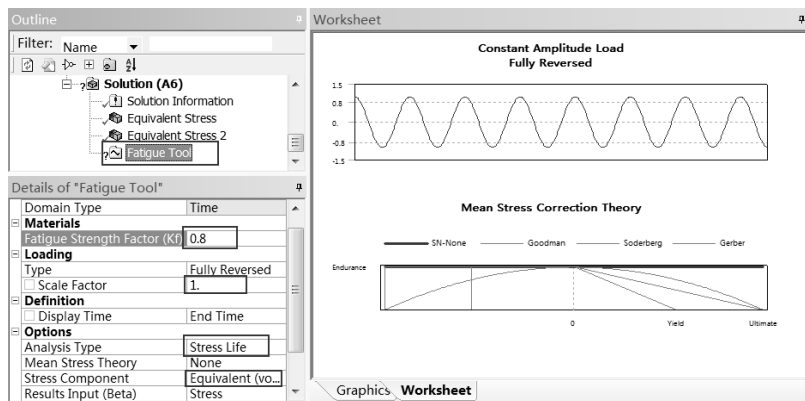

图 16-28 设置 Fatigue Tool
Step2: 在 Details of “Fatigue Tool”, 在 Fatigue Strength Factor(Kf)中设置为 0.8, Analysis Type 中设置为 Stress Life, 在 Stress Component 中设置为 Equivalent, 如图 16-28 所示。